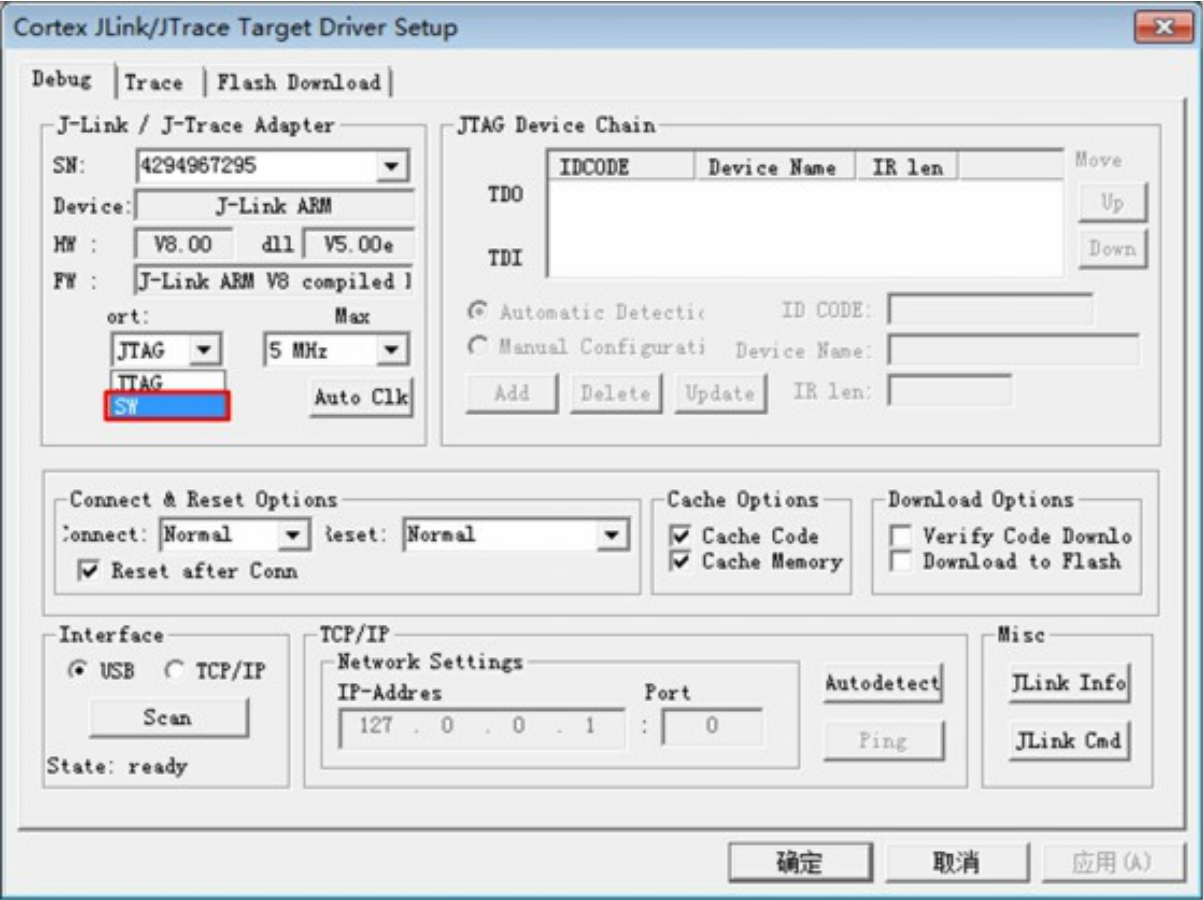

图 91: 选择 SWD 调试接口
(4) 由于仿真器默认设置的是 JTAG 接口，需要切换到 SWD 接口，才能发现内核，以便正确仿真、下载程序。在 J-Link 仿真器配置页面中选择 SWD 调试接口，如图 91 所示。